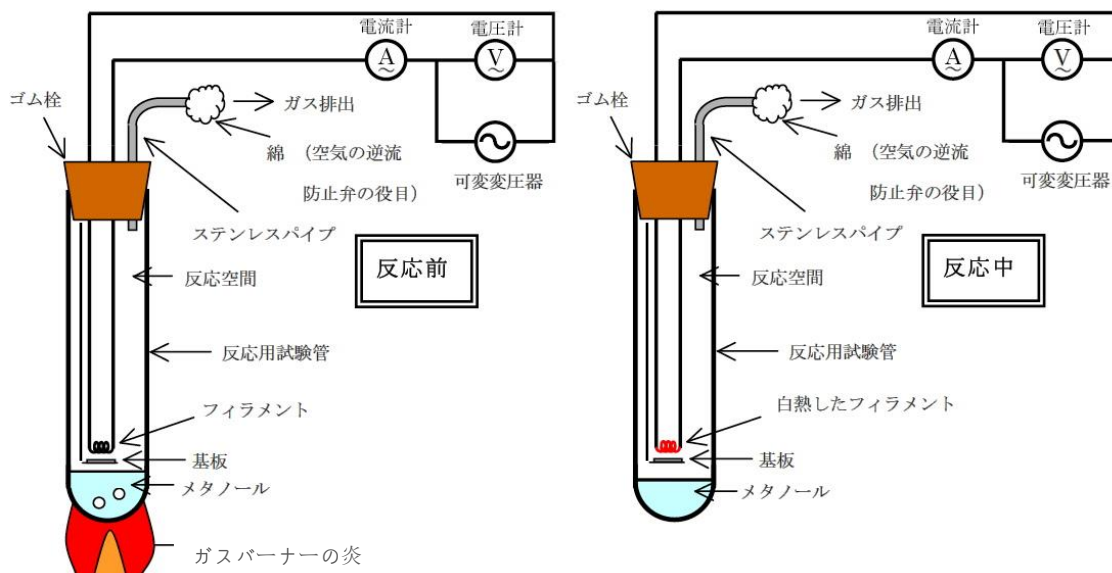

図1 試験管1本で組み立てたダイヤモンド合成装置
- (1) フィラメントを支持するためのモリブデン棒2本をゴム栓に差し込む。
- (2) 基盤支持台および支持用のモリブデン線1本をゴム栓に差し込む。
- (3) 電球を割り、中のフィラメントを取り出しモリブデン線にのせる。
- (4) 基盤とフィラメントの間を1～2 mmにする。
- (5) ガス排気用のステンレスパイプをゴム栓に取り付け、先端に綿(反応用試験管内への空気の逆流を防ぐため)をつける。
- (6) 下の図1のように装置を組み立てる。
- (7) 組み立てたら、配線などが間違っていないか、よく点検する。
- (8) 実験装置をドラフト内に設置する。